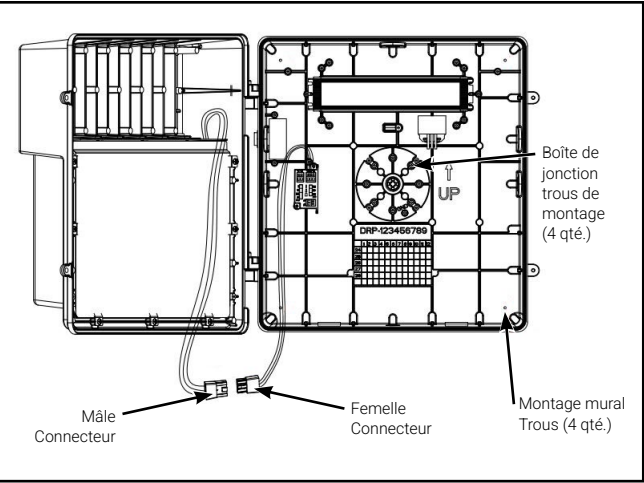

Figure 2
- Ouvrez le luminaire en desserrant les deux vis cruciformes sur le côté opposé aux charnières. Débranchez les connecteurs mâle et femelle. Retirez l'ensemble de la porte en verre et mettez-le doucement de côté. (Figure 2)